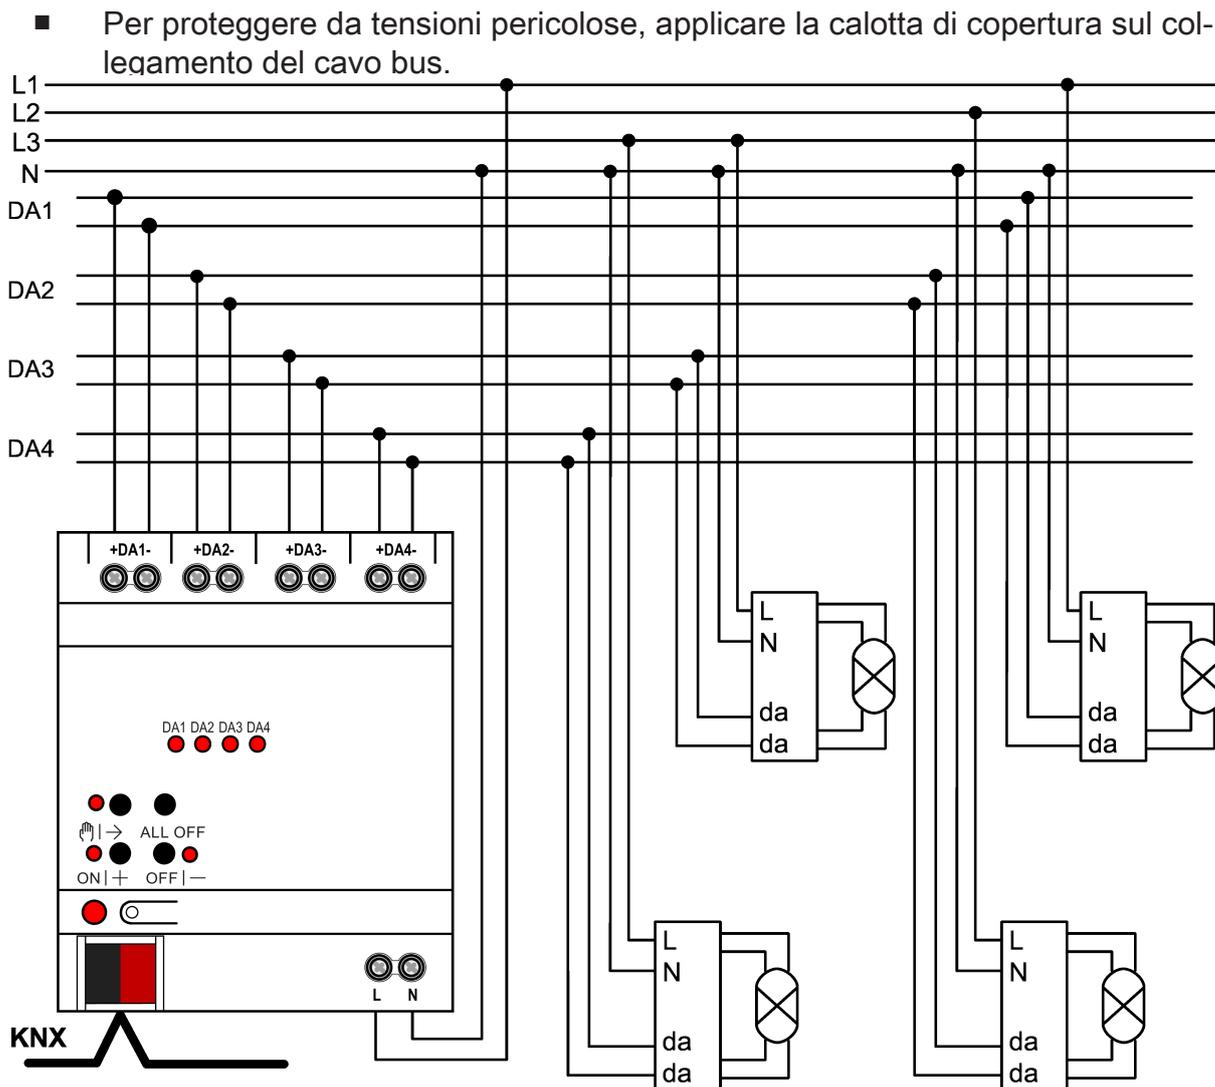

Figura 2: Esempio di collegamento
- Collegare l'apparecchio secondo lo schema di collegamento (Vedi figura 2).